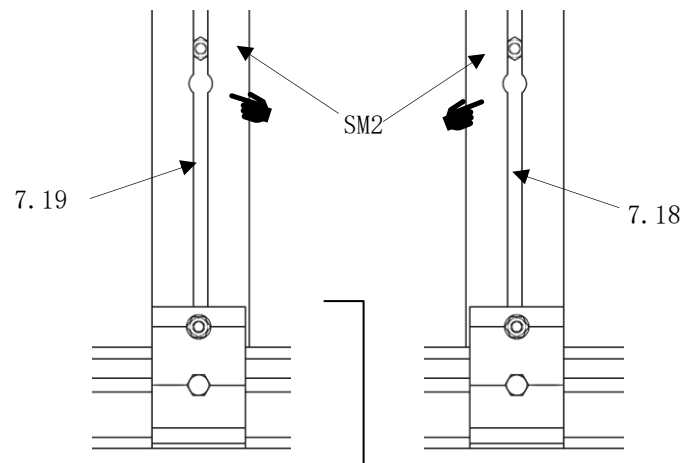

Abb. 39
- den Kopf der Sechskantschrauben (Pos. SM2) in die Montage-Bohrungen der beiden Rückwandsprossen (Pos. 7.18/7.19) einführen. (Abb. 39)